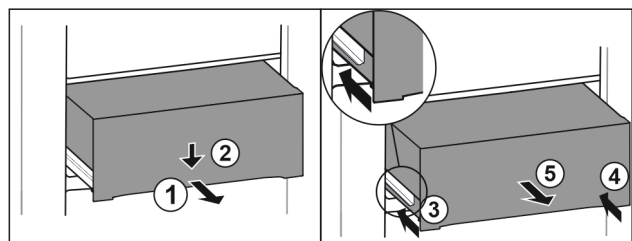

Fig. 103
- Lade er half uittrekken. Fig. 103 (1)
- Schuiflade aan de voorzijde omlaag drukken. Fig. 103 (2)
- Linker rail ca. 2 cm inschuiven. Fig. 103 (3)
- Rechter rail ca. 2 cm inschuiven. Fig. 103 (4)
- Lade naar voren toe verwijderen. Fig. 103 (5)